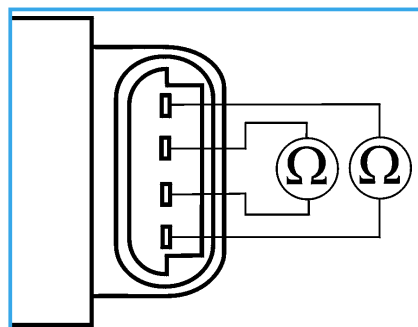

Fig. 4 Medición de resistencia en el motor hidráulico paso a paso
- Medir resistencia en ambas bobinas del motor hidráulico paso a paso de acuerdo con fig. 4.